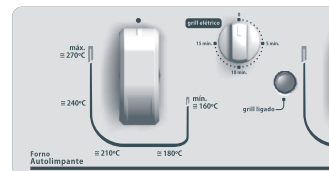

Fig. 17
- › No painel de registros do seu produto você irá encontrar o Grill Elétrico com Timer no sentido horário na posição desligada e uma lâmpada que indica o funcionamento do Grill Elétrico (Fig.17). O Grill Elétrico não funciona quando o queimador do forno é/está acionado, para não ocasionar super aquecimento.